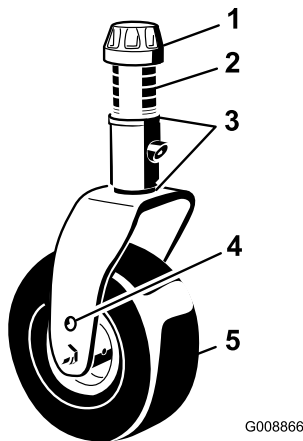

Figura 78
1. Retire el casquillo tensor del eje y deslice el eje fuera del brazo de la rueda giratoria (Figura 78). Vuelva a colocar los suplementos, según sea necesario, para elevar o bajar la rueda giratoria y obtener la inclinación correcta de la unidad de corte.